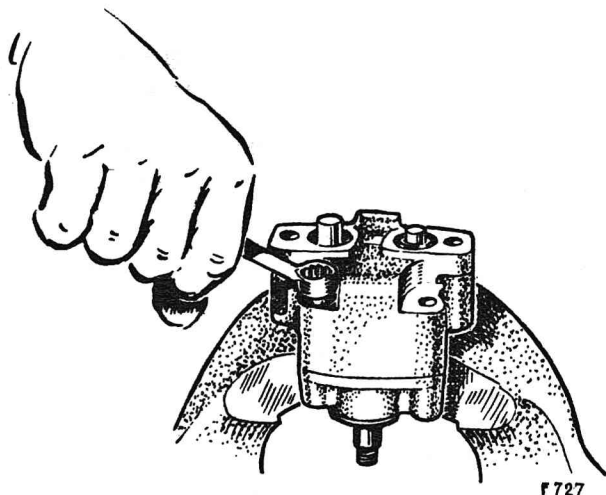

Figure 3
1. Fixez la pompe dans un étau en protégeant le pignon de commande avec deux blocs de bois. Voyez figure 3.